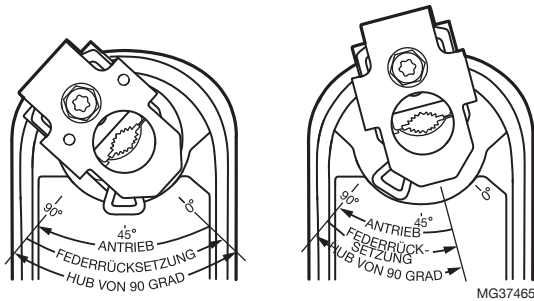

Abb. 5. Hubreduzierung.
3. Drehen Sie die Wellenkupplung unter Ausrichtung entsprechend der Hubbeschriftung in die gewünschte Position. Siehe Abb. 5.
BEISPIEL: Wenn Sie die Wellenkupplung auf eine ungefähre ausfallsichere Position von 30 Grad festlegen (wie am Gehäuse angegeben), wird der Hub auf 60 Grad begrenzt. (Siehe Abb. 5.)